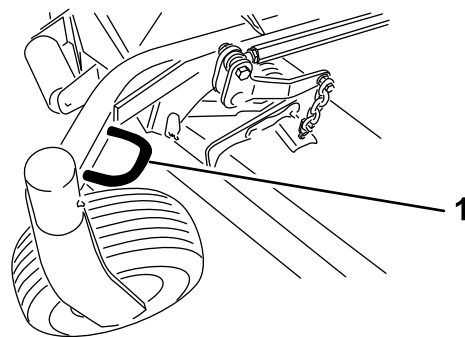

図 37
- ・ (また、トレーラやトラックに機械を載せて運搬する場合には、地域の交通規則にしたがって、ロープ、チェーン、ケーブルなどで確実に機体を固定してください (図 37)。